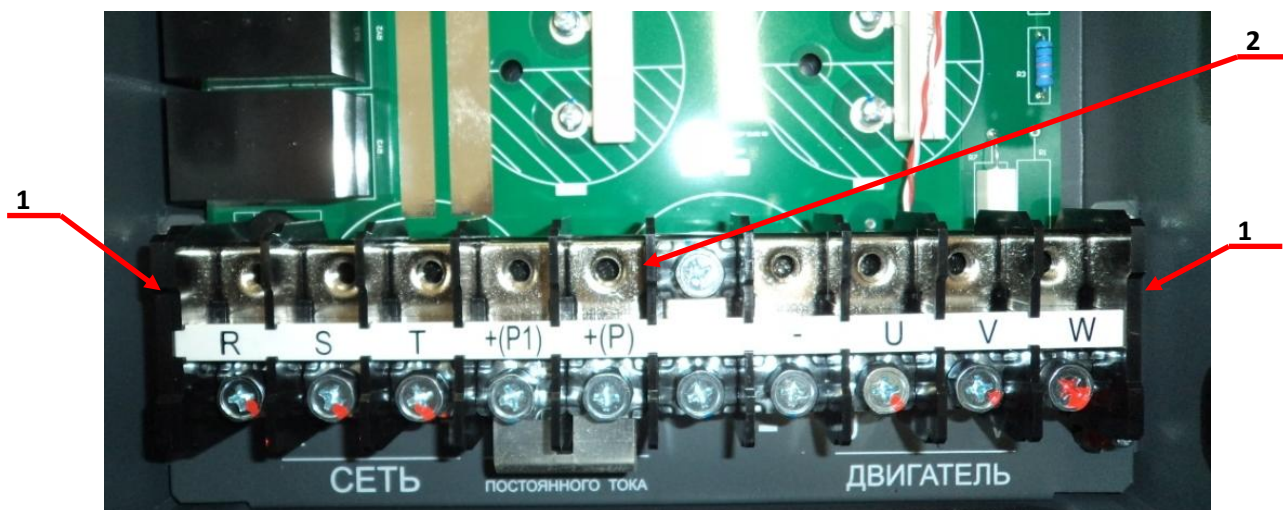

Рис.6.19
- 6.8.6. Открутить 2 винта поз.1 крепления клеммной колодки поз.2 (рисунок 6.19). Винты положить в тару 3.1.17. Клеммную колодку положить в тару 3.1.16.